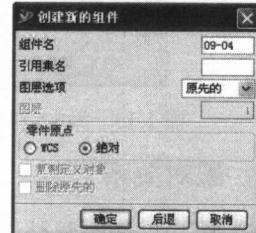

图 1-12 创建新的组件对话框
(3) 在对话框中输入文件名，单击【OK】按钮，系统弹出如图 1-12 所示对话框，要求用户设置组件的相关信息。